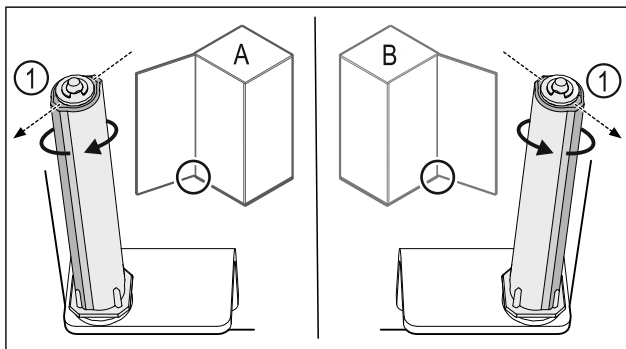

Fig. 19 Linksanschlag (A) / Rechtsanschlag (B)
- Schließsystem gegen den Widerstand drehen, bis der Steg des Schließsystems Fig. 19 (1) nach außen zeigt.